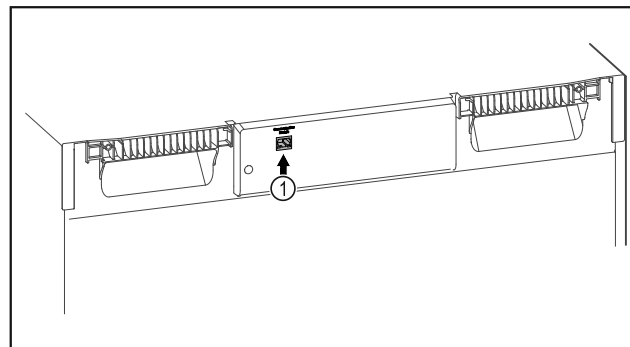

Fig. 89
- ☐ SmartModule Fig. 89 (1) is geplaatst.